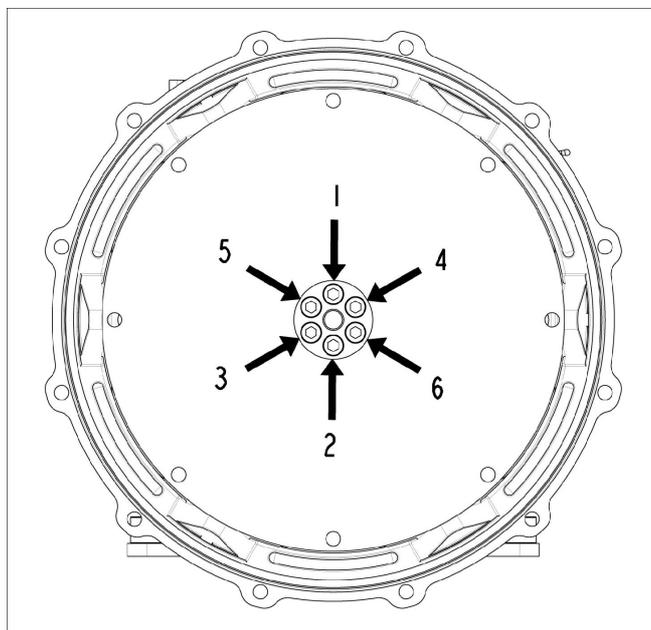

FIGURA 21. SEQUENZA DI FISSAGGIO AL MOZZO
4. Se necessario, serrare i bulloni del disco di accoppiamento nella sequenza indicata in Figura 21 a pagina 38 . Per la coppia di serraggio vedere Capitolo 8 a pagina 65.